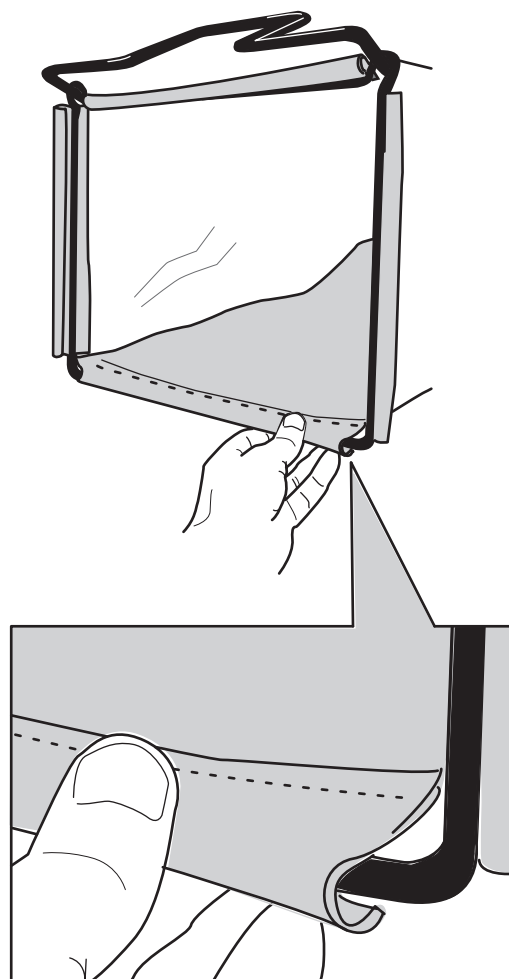

Figuur 6
1. Schuif de grasvanger over het frame; zie Figuur 6.
Opmerking: Schuif de grasvanger niet over de handgreep (Figuur 6).